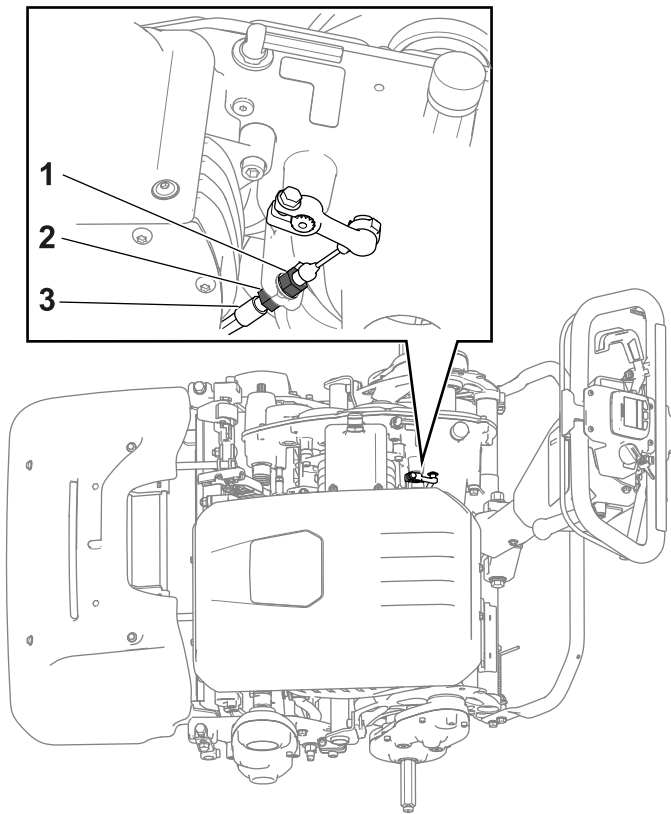

図 25
- ケーブルの張りを強くするには、ケーブルの前ジャムナットをゆるめて後ジャムナットを締める図 25。必要に応じて上記ステップ2を繰り返して再調整する。
- ケーブルの張りをゆるくするには、ケーブルの後ジャムナットをゆるめて前ジャムナットを締める図 25。必要に応じて上記ステップ2を繰り返して再調整する。